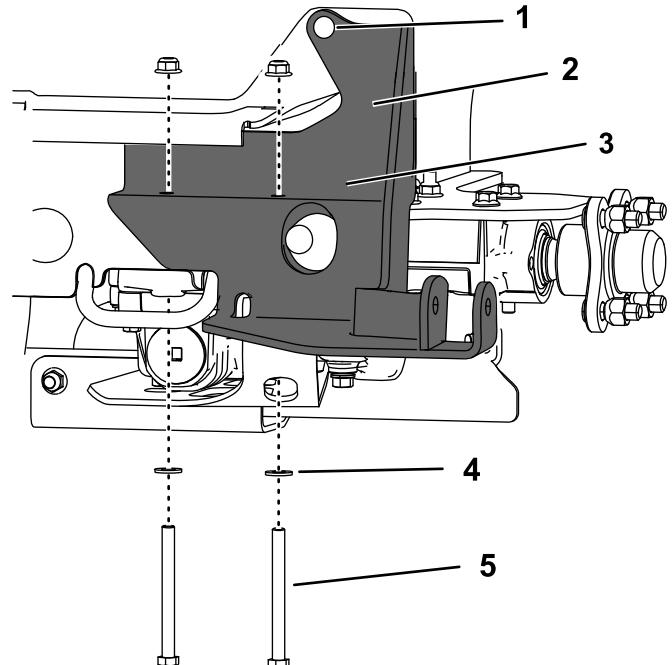

Figura 10
- 6. Installate la staffa del supporto inferiore sulla trasmissione utilizzando i 2 dadi che avete rimosso, 2 rondelle piane e 2 bulloni ($\frac{3}{8}$ " x 4") come mostrato nella Figura 10.